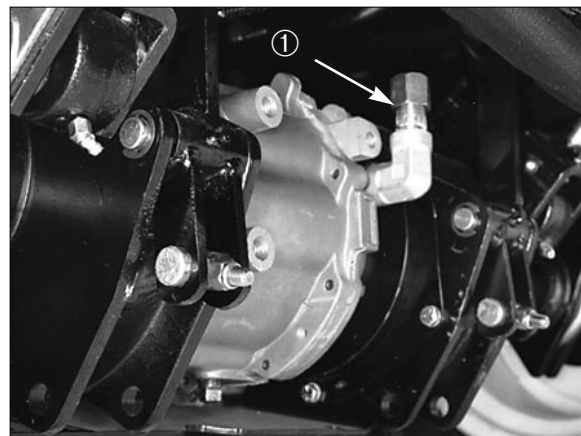

Fig. 7
3. Svitare il tappo dell'asta di misurazione (Fig. 7) dal collo del bocchettone di riempimento, ed asciugarla con un panno pulito.